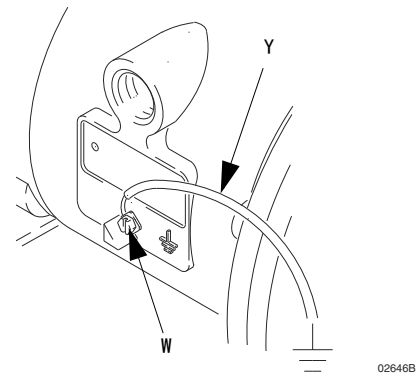

图 1
泵：如图 1 所示连接接地线和线夹。松开接地螺钉 (W)。将一条最小为 12 ga (1.5 mm) 的接地线 (Y) 的一端插入后面的接地螺丝并牢固地拧紧螺丝。将接地线的另一端连接至真正的大地接地点。订购部件号为 238909 的接地线和线夹。